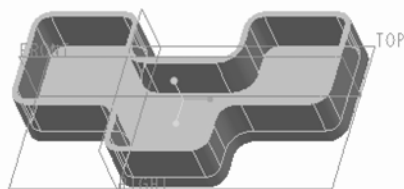

图 4-24 创建壳特征的完成效果
- 6 在“壳”选项卡中单击“完成”按钮, 创建的壳特征如图 4-24 所示。